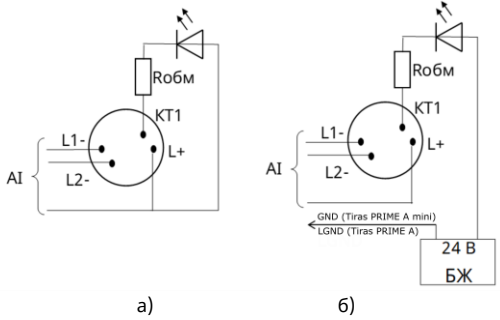

Рисунок 4.2 – Підключення ВПОС або світлодіода
4.2 Якщо за проектом використовують ВПОС з живленням від АІ, то його мінусовий контакт з’єднують з гвинтовою клемою з маркуванням «2» (КТ1), а плюсовий – гвинтовою клемою з маркуванням «1» (L+) (Рис. 4.2а, наявність Робм залежить від типу ВПОС і його робочого струму). Замість ВПОС допускається підключення світлодіода через резистор Робм з опором не менше 10 кОм. Для ВПОС слід підбирати світлодіод з малим струмом споживання (приблизно 1 мА).
Якщо живлення пристроїв виносної індикації передбачають від зовнішнього БЖ, СПТА підключають згідно з Рис. 4.2б. Мінусовий дрід від БЖ підключають до клемі «LGND» ППКП Tiras PRIME A та клемі «GND» ППКП Tiras PRIME A mini. Вихідна напруга БЖ повинна бути не більше 30 В і повинна забезпечувати робочий струм ВПОС.